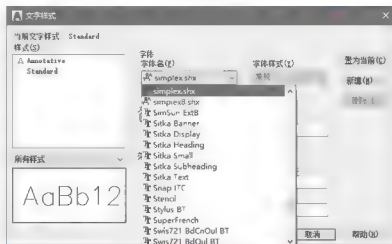

图 3.4 选择“simplex.shx”字体
(2) 将【Standard】文字样式的字体修改为“simplex.shx”。
① 确认中文输入法已经关闭后，打开【字体名】下拉列表，输入“S”，此时字体名自动滚动到“simplex.shx”选项，如图 3.4 所示，然后选中该字体。